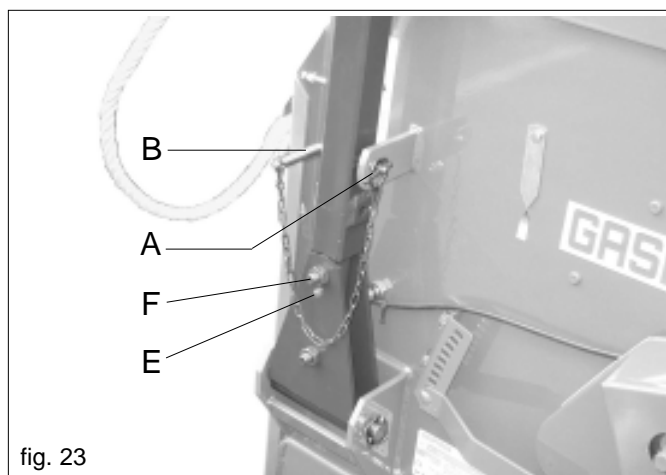
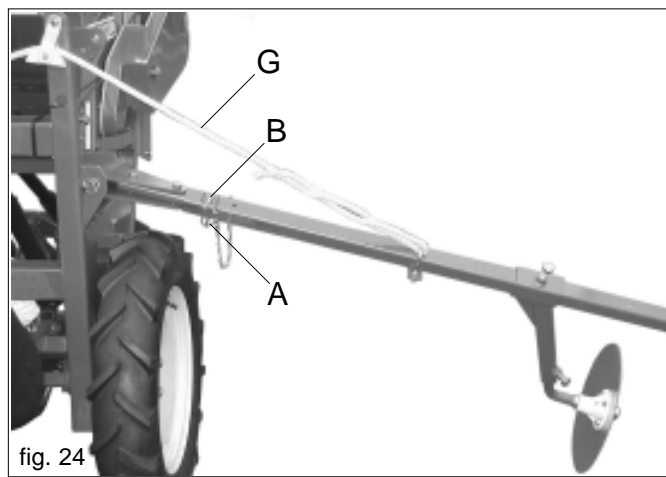

fig. 23
fig. 24
- 1) Die Splinte (A) herausziehen und den Riegel (B) entfernen (Abb. 23).
- 2) Den Spurreißerarm absenken, indem der linke Arm im Uhrzeigersinn und der rechte Arm gegen den Uhrzeigersinn um ca. 60° gedreht wird; dann den Arm wieder mit dem Riegel (B) in der unteren Bohrung blockieren, wie auf Abbildung 24 dargestellt ist.
Es besteht die Möglichkeit, den Spurreißerarm mit einer Sicherheitsvorrichtung auszustatten, die die Struktur des Armes bei Stößen gegen Hindernisse schützt. Dazu wird gemäß Abbildung 23 die Schraube M12 (F) entfernt und es wird eine Schraube M5 (E) installiert. Bei starken Stößen gegen Hindernisse bricht die Schraube M5 und der Arm kann sich nach hinten drehen, was eine Beschädigung der Struktur verhindert. **Die Seile derart regulieren, daß sie während des Betriebs der Maschine stets gespannt bleiben (G Abb. 24). Während dem Transport die Spurreißerarme durch den Stift (A, B Abb. 23) in senkrechter Lage blockieren.**